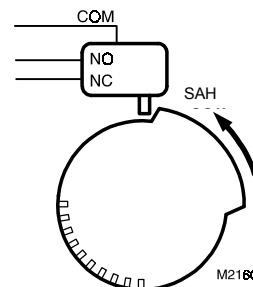
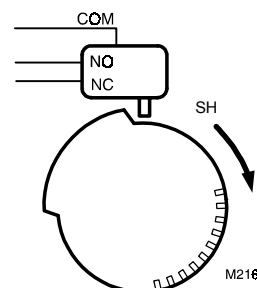

Fig. 12. Configuration pour une rotation dans le sens antihoraire (vue du dessus).
Fig. 13. Configuration pour une rotation dans le sens horaire (vue du dessus).
1. Déterminer l'action de commutation désirée (par exemple, si l'excitation du commutateur doit se produire dans le sens horaire ou antihoraire). Lorsque la came du commutateur est dans la position représentée sur la figure 12, le contact repos s'ouvre dans le sens antihoraire. Le contact travail se ferme. Inversement, lorsque la came est dans la position représentée sur la figure 13, le contact repos s'ouvre dans le sens horaire et le contact travail se ferme.